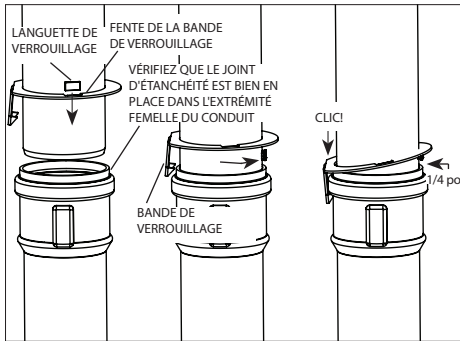

Figure 3a
Vérifiez que le joint est placé uniformément à l'intérieur de la rainure de l'extrémité femelle du conduit. Pour un conduit en PP / métal disposant d'une languette de verrouillage, glisser le collet de verrouillage sur la section du conduit mâle **Fig. 3a**. Insérez la languette de verrouillage dans la fente du collet de verrouillage, tournez le bouton pour l'éloigner du fermail du collet de verrouillage, insérez les tronçons de conduit, poussez la languette de verrouillage sur la douille et désengagez la languette 1/4 po-5/8 po de celle-ci vers le bas.
**Fig.3a et b.** Les vis ne peuvent pas être utilisées pour les jonctions. Ne percez jamais la paroi du conduit du système d'évacuation à paroi simple PolyPro. (Exception : une vis en acier inoxydable peut être utilisée à l'extérieur du bâtiment sur les raccords de sortie extérieurs pour orienter un coude, etc.)
L'installation de l'adaptateur PolyPro (femelle) sur un système d'évacuation métallique (mâle) se fait de la même façon que celle illustrée dans les **Fig. 3a et b.**